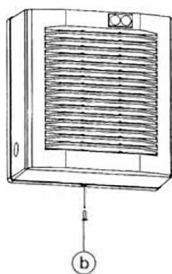

fig. 10
- Fig. 10.- Dévisser la vis (b) de fixation de la face avant (a).